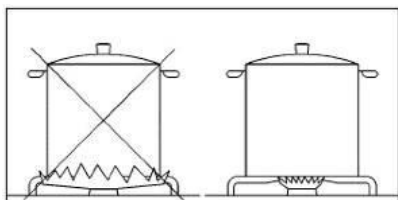

Рис.3
**Внимание:** Как только жидкость закипит, убавьте огонь, чтобы он едва поддерживал жидкость в состоянии кипения. (См. рисунок 3) Будьте осторожны при жарке пищи в горячем масле или жире, так как перегретые брызги могут легко воспламениться.